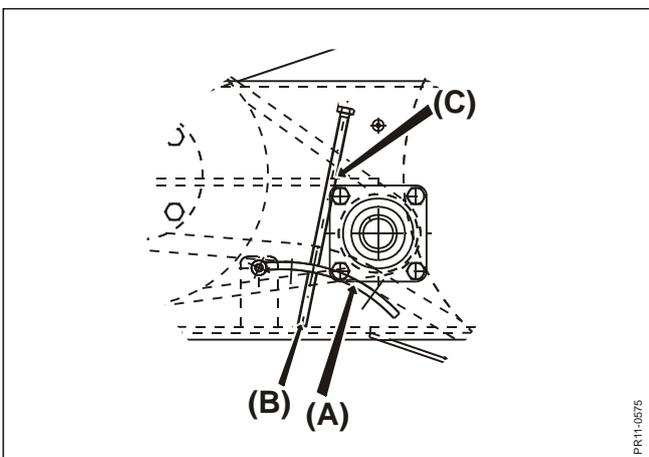

Fig. 9.5
Fig. 9.5 Spannung von 1 1/4" Kette: Der Kettenspanner (A) im Boden vom Kettenkasten muß dadurch gehoben werden, daß der Bolzen (B) geregelt wird. **Nicht vergessen** nach der Justierung den Federsplint (C) zu montieren, da es verhindert, daß der Bolzen dreht.